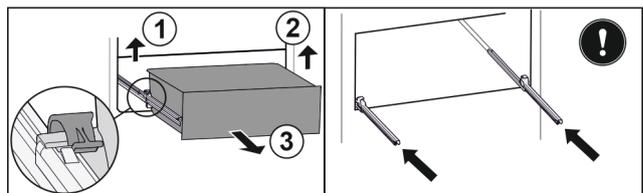

Fig. 150
- ▶ Linke Klemme anheben und gleichzeitig Schubfach links nach vorne ziehen. Fig. 150 (1)
- ▶ Rechte Klemme anheben und gleichzeitig Schubfach rechts nach vorne ziehen. Fig. 150 (2)
- ▶ Schubfach nach vorne entnehmen. Fig. 150 (3)